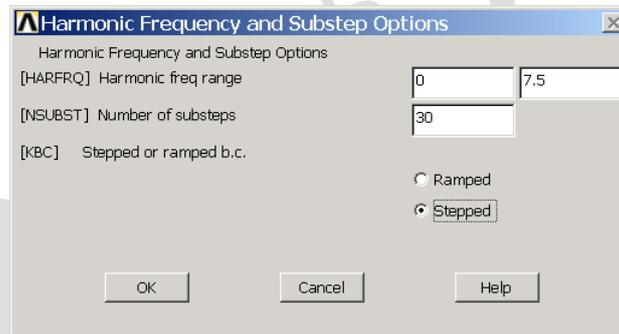

图10.51 设定频率和子步数
(6) 单击 Main Menu>Solution>Load Step Opts>Time/Frequenc>Freq and Substps 菜单，弹出如图 10.51 所示的【Harmonic Frequency and Substep Options】对话框。在【Harmonic freq range】文本框中输入【0】和【7.5】，在【Number of substeps】文本框中输入【30】，在【Stepped or ramped b.c.】选项组中选择【Stepped】单选按钮。然后单击【OK】按钮。